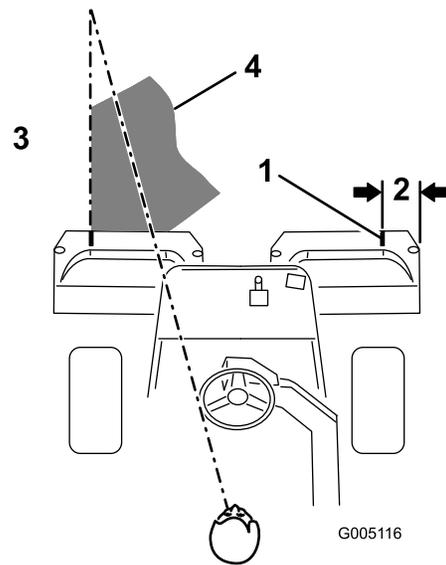

Figura 26
**Nota:** Per assistenza nel mantenimento di una linea retta sul green e nel mantenimento della macchina a una distanza pari dal bordo del taglio precedente, immaginate una linea di visione di circa 1,8-3 m davanti alla macchina fino al bordo della porzione di green non tosata (Figura 26). Includete il bordo esterno del